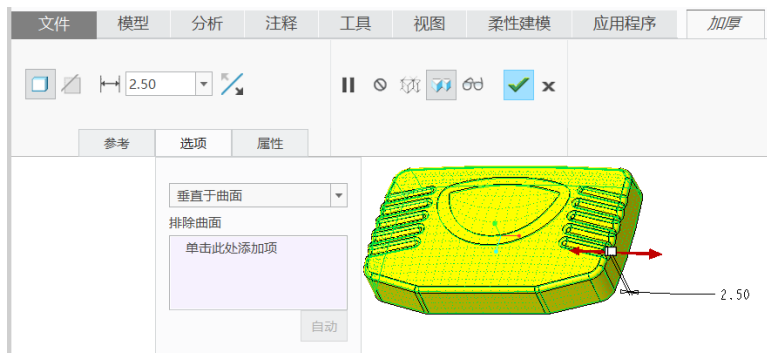

图 7-181 设置加厚选项及参数
- 2 在“加厚”选项卡中设置加厚的厚度值为“2.5”，默认的加厚方法选项为“垂直于曲面”，并通过单击“反转结果几何的方向”按钮直至切换到向两侧加厚，如图 7-181 所示。